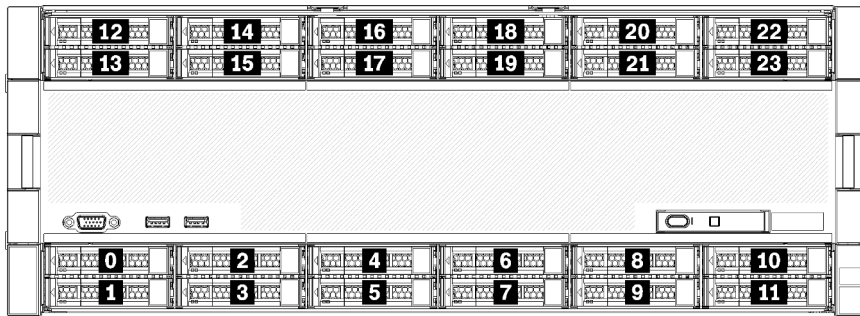

Figura 9. Posizioni dei vani delle unità
- Le due unità superiori supportano unità di interfaccia SAS, SATA o NVMe (Lenovo AnyBay). Il server può supportare fino a 12 unità NVMe, a seconda della configurazione del server. I vani delle unità compatibili con NVMe sono quelli con numeri pari, come mostrato in Figura 9 "Posizioni dei vani delle unità" a pagina 25.